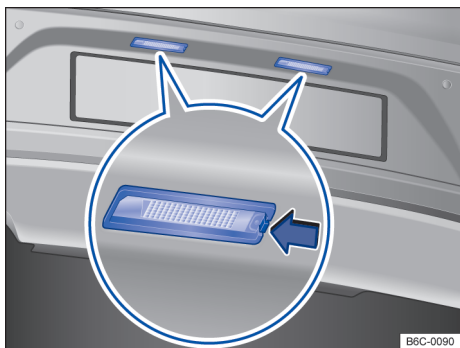

Fig. 135 No para-choque traseiro: lanterna da placa de licença.
- 2 Com o auxílio de uma chave de fenda, pressionar a trava → Fig. 135 (seta) para remover o conjunto.